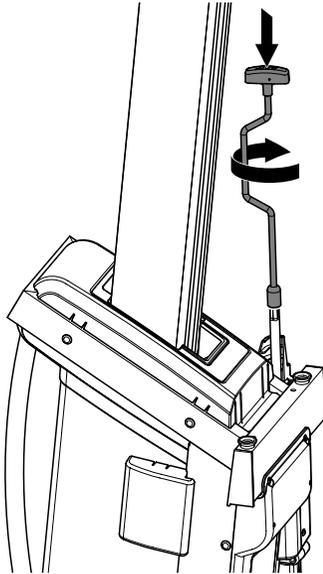

Figura 6-4. Cabo frouxo sendo novamente tensionado
4. Conecte a manivela de descida manual diretamente no eixo de acionamento do porta-garfos (Figura 6-4.). Pressione a manivela para baixo e ao mesmo tempo gire no sentido horário. Será ouvido um ruído de catraca sendo acionada e o tambor enrolará o cabo frouxo.